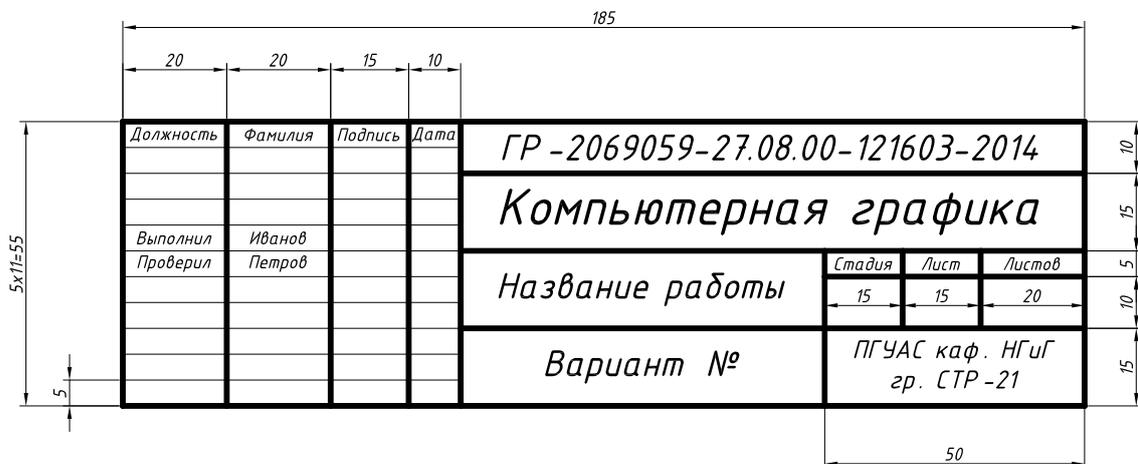
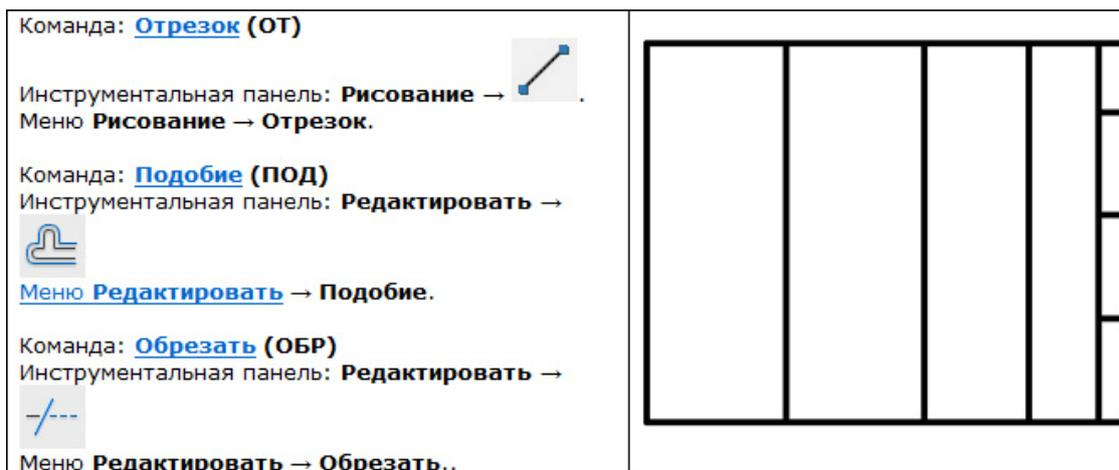
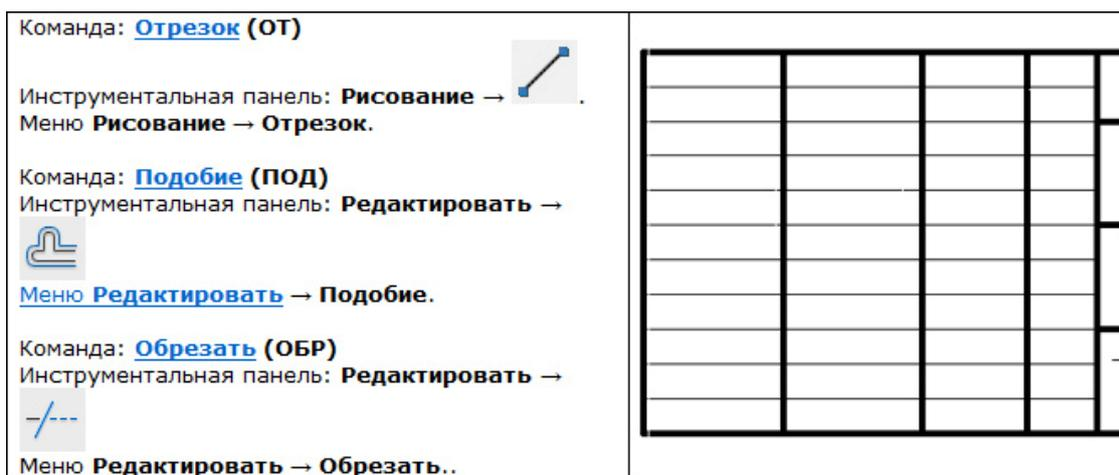

Рис. 28
Рис. 29
Рис. 30
5. Вычертить в правом нижнем углу формата сплошные толстые линии (рис.29) основной надписи (рис.28).
7. Вычертить сплошные тонкие линии (рис.30) основной надписи формата А3 (см. рис.28).